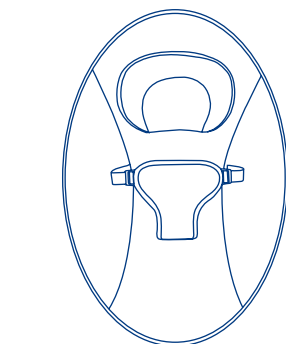

Fig. 14
- 14) • Unfasten the fabric loop on the back of the headrest. Insert the loose end of the loop on the back of the headrest through the loop on the seat pad. Secure the headrest to the seat pad by fastening the fabric loop on the back of the headrest. (Fig. 14)
de la almohadilla de la sillita. Sujete el apoyacabeza a la almohadilla de la sillita abrochando la arandela de tela a la parte trasera del apoyacabeza. (Fig. 14)